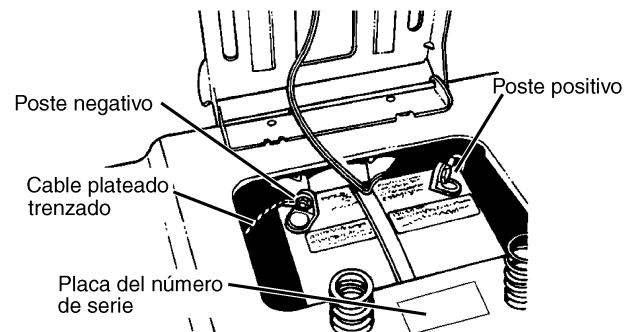

FIGURA 5
- Conecte el cable rojo de la batería al terminal positivo (+), con un perno de cabeza hexagonal de 6 mm y una tuerca flotante de 6 mm (incluidos en la bolsa de partes) y apriete de forma segura (Vea la FIGURA 5). Instale la cubierta del terminal rojo (+).